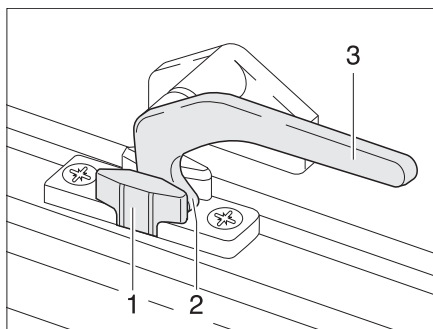

Fig. 15 Leva di serraggio in posizione "Aerazione continua"
- in posizione di "Aerazione continua" (Fig. 15)
- Ruotare la leva di serraggio (Fig. 15,3) di un quarto di giro verso il centro della finestra.
- Ruotare la leva di serraggio di un quarto di giro verso il telaio della finestra. Riportare contemporaneamente il nasello di chiusura (Fig. 15,2) nella rientranza della chiusura della finestra (Fig. 15,1).